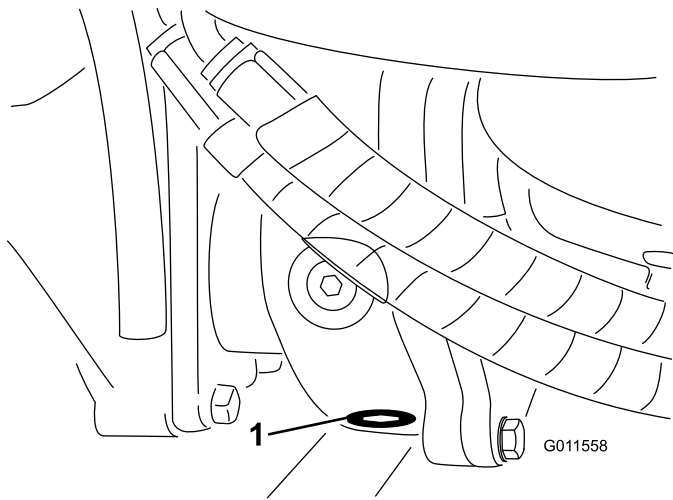

Рисунок 66
- Очистите область вокруг сливной пробки на нижней стороне редуктора (Рисунок 66).